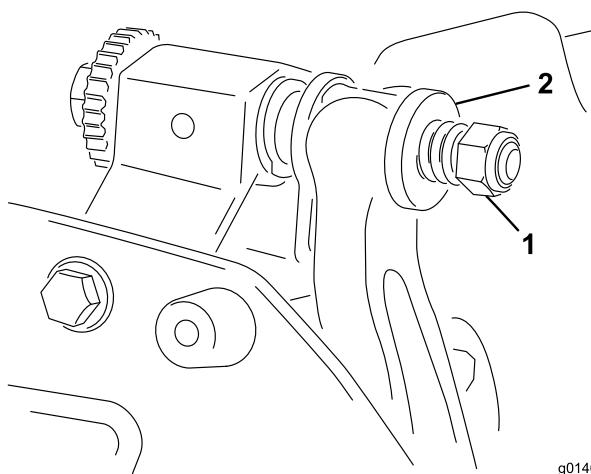

图27
5. 旋紧弹簧加压螺母直到弹簧完全压紧然后往回松开 1/2 圈 图27。